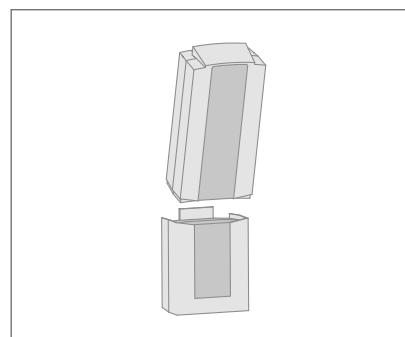

Figura 13. Installazione/rimozione della batteria e del caricatore
2. Appoggiare il lato inferiore della batteria sul caricabatteria montato a parete, con il lato superiore (leva) della batteria leggermente scostato dalla staffa (vedi figura 13).